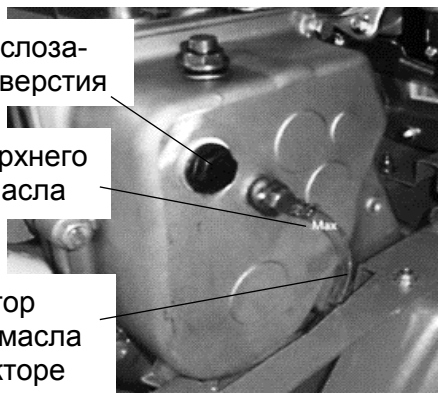

Рис. 21
4. В маслозаливное отверстие (см. рис. 21) вставьте подходящую воронку и залейте новое трансмиссионное масло.